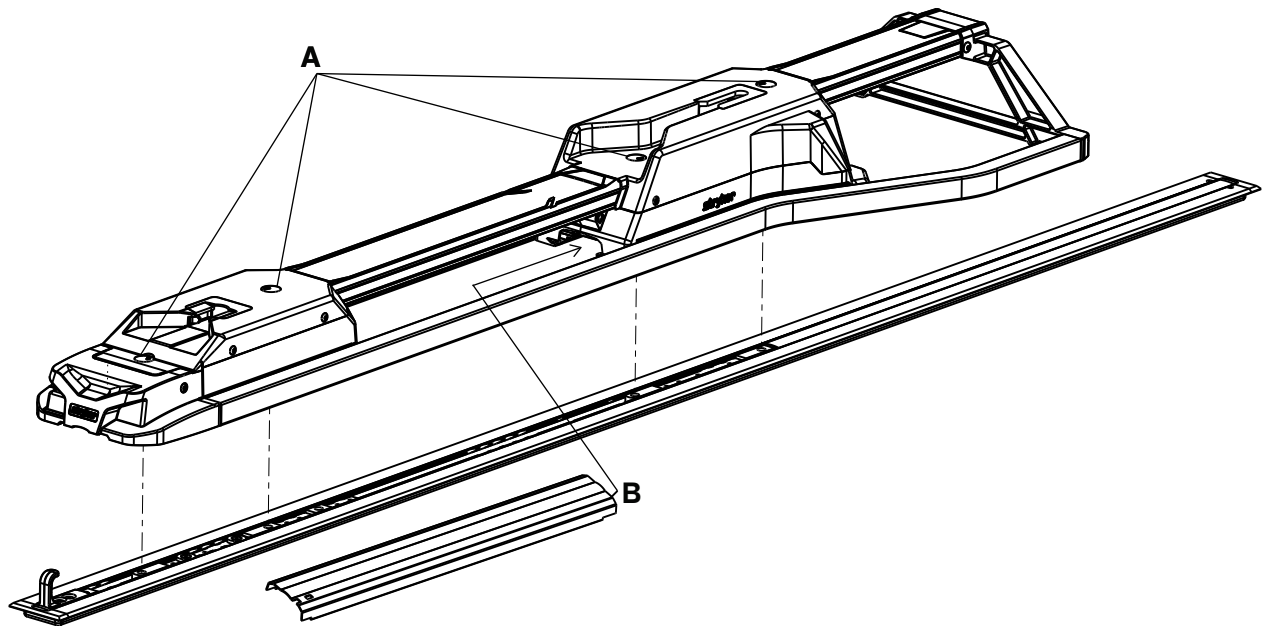

Figura 8 – Colocar o sistema de fixação
- Rode as tampas (A) meia volta para aceder aos parafusos da placa de piso fixados que se encontram sob as protecções (Figura 8).
14. Utilizando uma chave sextavada de 3/8 pol. (9,5 mm), instale os restantes três parafusos da placa de piso fixados (A) nas duas cunhas (Figura 8).
17. Introduza o lado não ranhurado do conjunto da tampa central (6392-001-011) (B) na abertura na cobertura da extremidade do lado da cabeça (Figura 8).
- _____ Utilizando uma chave dinamométrica, verifique novamente se os quatro parafusos da placa de piso fixados (A) estão apertados a 81+/-14 Nm. (Figura 8).